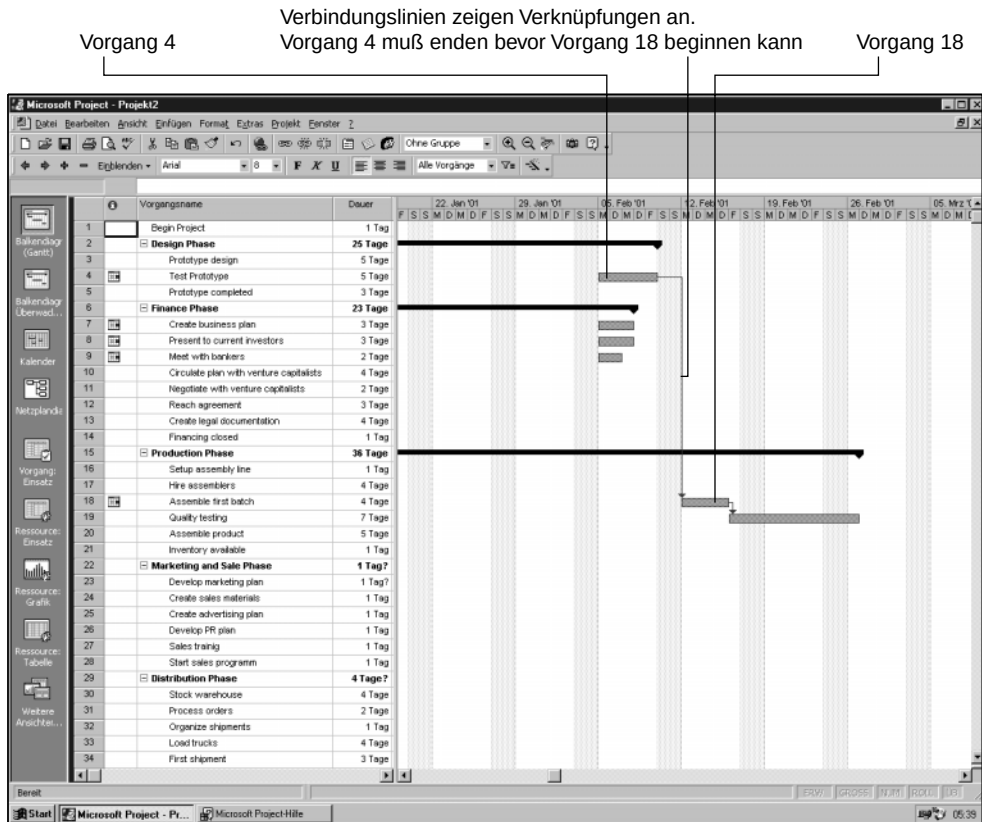

Abbildung 4.6:
- Die meiste Zeit hängt der Beginn oder das Ende eines Vorgangs vom Beginn oder Ende eines anderen Vorgangs ab. In einem Hausbauprojekt muss z.B. der Beginn des Hochziehens der Wände warten, bis der Vorgang FUNDAMENTE EINLASSEN abgeschlossen ist. Die Abhängigkeit in Project wird durch das Verbinden von Vorgängen definiert. In Abbildung 4.6 ist Vorgang 18 mit Vorgang 4 verbunden und sollte nicht vor Abschluss von Vorgang 4 beginnen. Sie sollten nicht versuchen, Ihr neues Produkt zusammenzubauen, bevor das Testen des Prototyps nicht erfolgreich abgeschlossen ist. Tag 6 behandelt das Verknüpfen von Vorgängen.